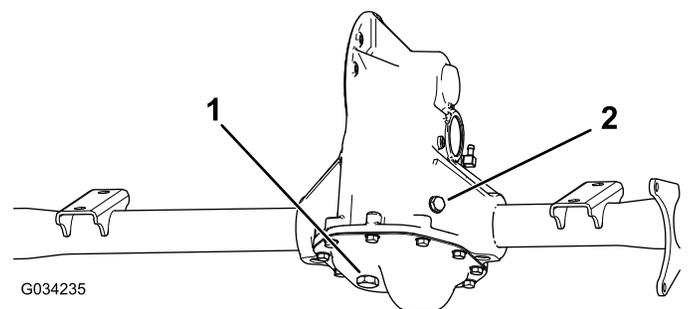

Figure 48
2. Enlevez le bouchon de remplissage de la boîte-pont (Figure 48).
spécifié jusqu'à ce qu'il ressorte par l'orifice (Figure 48).
1. Placez un bac de vidange sous le bouchon de vidange (Figure 48).
2. Enlevez le bouchon de remplissage et le joint (Figure 48).
3. Enlevez le bouchon de vidange et le joint et vidangez complètement le liquide (Figure 48).